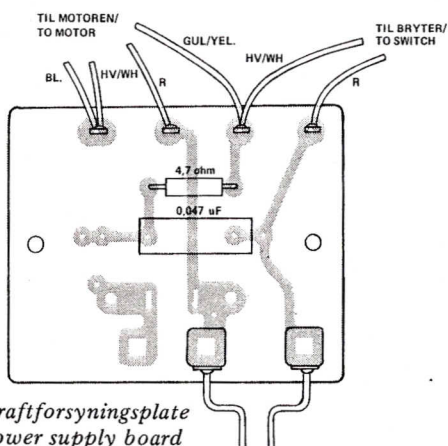

Fig.9. Kraftforsyningsplate
- Kraftforsyningsplate, se fig. 9.
- Power supply board, see fig. 9.